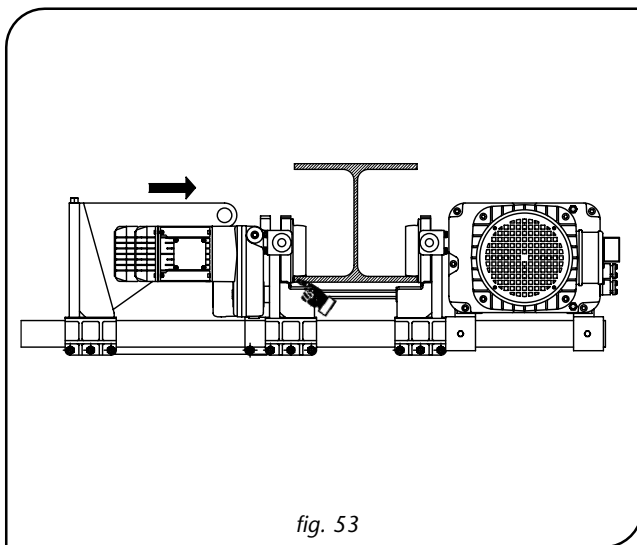

fig. 53
11. Operando dal ponteggio in quota, far scorrere le **piastre lato contrappeso** sulle barre fino ad accostare con i bordini delle ruote il bordo della trave (fig. 53).